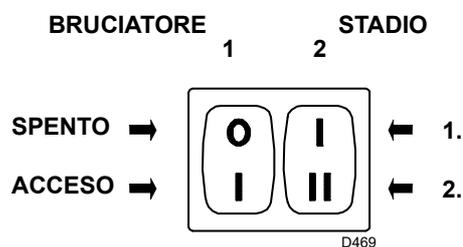
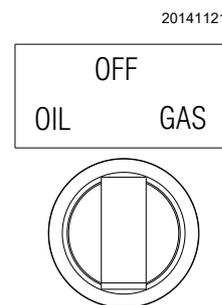

Fig. 33
Fig. 34
Mantenere il bruciatore funzionante in 1° stadio mettendo l'interruttore 2)(Fig. 33) in posizione 1° stadio. La regolazione della serranda del ventilatore si ottiene agendo sulla leva arancio del servomotore ("Regolazione servomotore" a pag. 32).
Mettere l'interruttore 2)(Fig. 33) in posizione 2° stadio. La regolazione della serranda del ventilatore si ottiene agendo sulla leva rossa del servomotore, ("Regolazione servomotore" a pag. 32).
Avviare il bruciatore chiudendo i telecomandi, con l'interruttore 1)(Fig. 33) in posizione "ACCESO" e con il selettore combustibile in posizione "OIL" (Fig. 34).
Quando il gasolio fuoriesce dalla vite 3)(Fig. 23 a pag. 23) la pompa è innescata. Fermare il bruciatore: interruttore 1)(Fig. 33) in posizione "SPENTO" ed avvitare la vite 3).
- l'interruttore 1)(Fig. 33 a pag. 29) in posizione "**BRUCIATORE ACCESO**";
- l'interruttore 2)(Fig. 33 a pag. 29) in posizione "**1° STADIO**";
Mettere l'interruttore 2)(Fig. 33) in posizione 2° stadio: il servomotore aprirà la serranda aria sul valore precedentemente regolato per il gasolio e comanderà l'apertura della valvola gas di 2° stadio VR2.
Mettere l'interruttore 2)(Fig. 33) in posizione 1° stadio: il servomotore chiuderà la serranda aria sul valore precedentemente regolato per il gasolio e comanderà l'apertura della valvola gas di 1° stadio VR1.